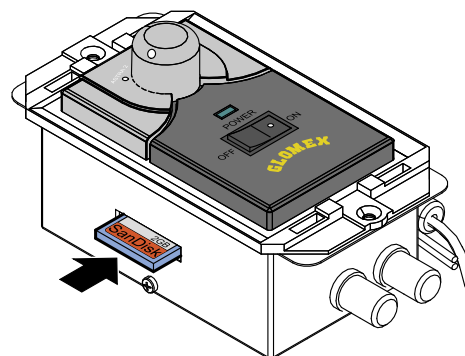

Fig. 27
3. Inserire la SD card nello slot posizionato sul fianco dell'unità di controllo, come indicato in **Fig. 27**, rispettando l'orientamento (lato con etichetta del produttore rivolto verso l'alto) ed assicurandosi di averla spinta correttamente fino in fondo.